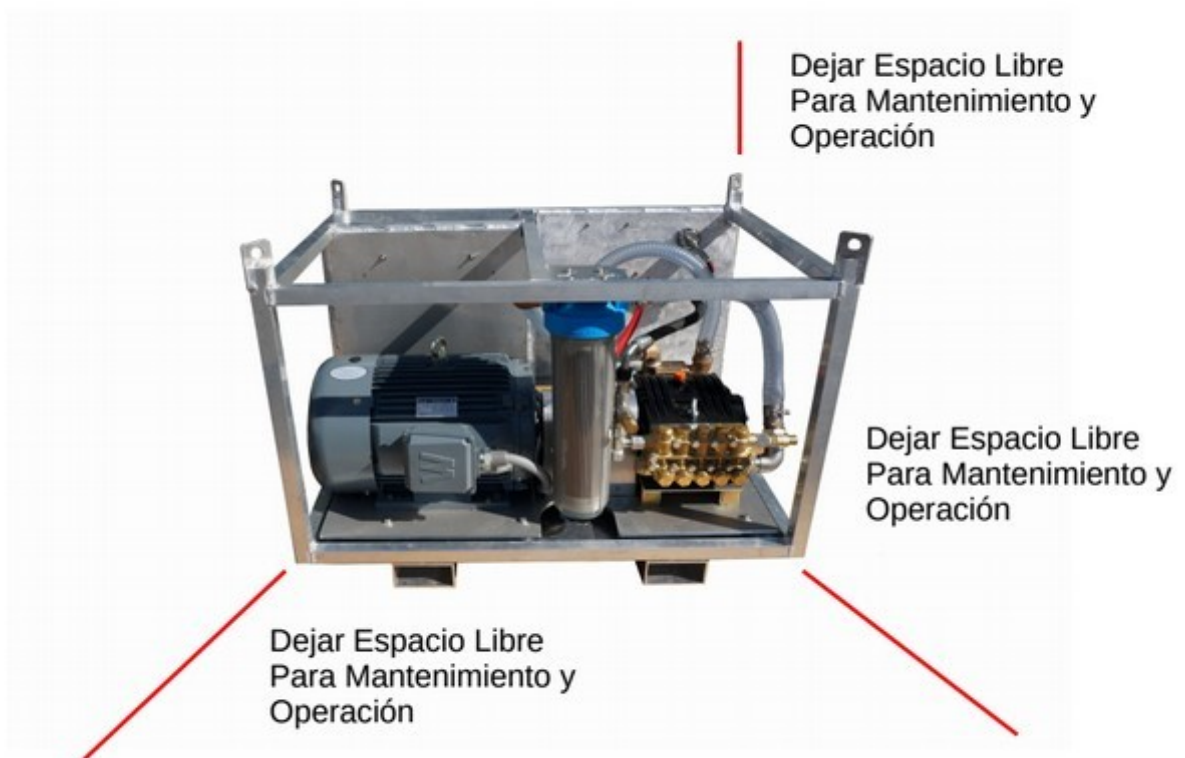

Figura 4.2 - Pautas de instalación
*** Las instalaciones cerradas requerirán disposiciones para una adecuada refrigeración del motor. flujo de aire. Ver Figura 4.2 a continuación.**